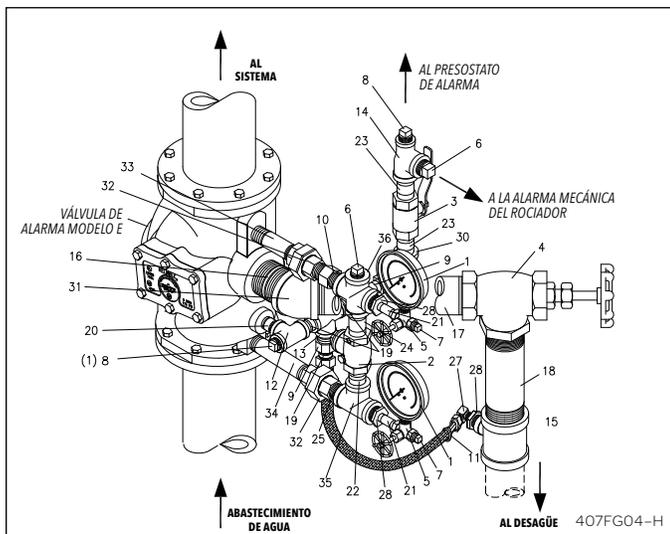

Fig. 4 – Montaje vertical con presión constante
**Presión constante (Fig. 4 y 6)**
Cuando el agua deja de fluir a través de la válvula de alarma, la clapeta (4) vuelve a su asiento deteniendo así el flujo de agua a la cámara de retardo. Los orificios de desagüe (9, Fig. 4 y 6) permiten que la cámara de retardo y la línea de alarma se vacíen a través de la tubería de desagüe (11, Fig. 4 y 6).